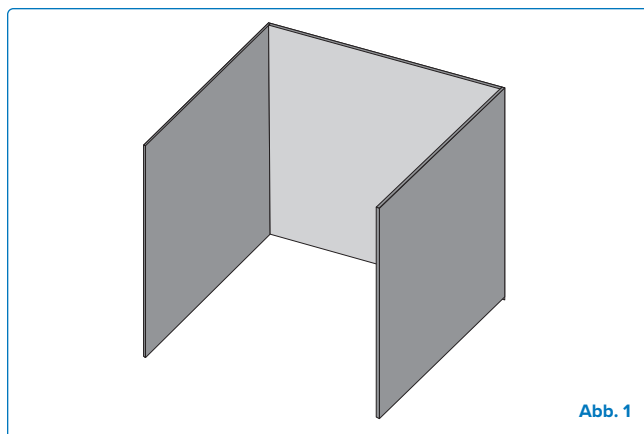

Abb. 1
- Ein Gerät gilt als im Freien installiert, wenn es mit einem Schutz aufgestellt ist, der nicht mehr als drei Seitenwände, aber keine Überdachung umfasst. **(Abb. 1)**